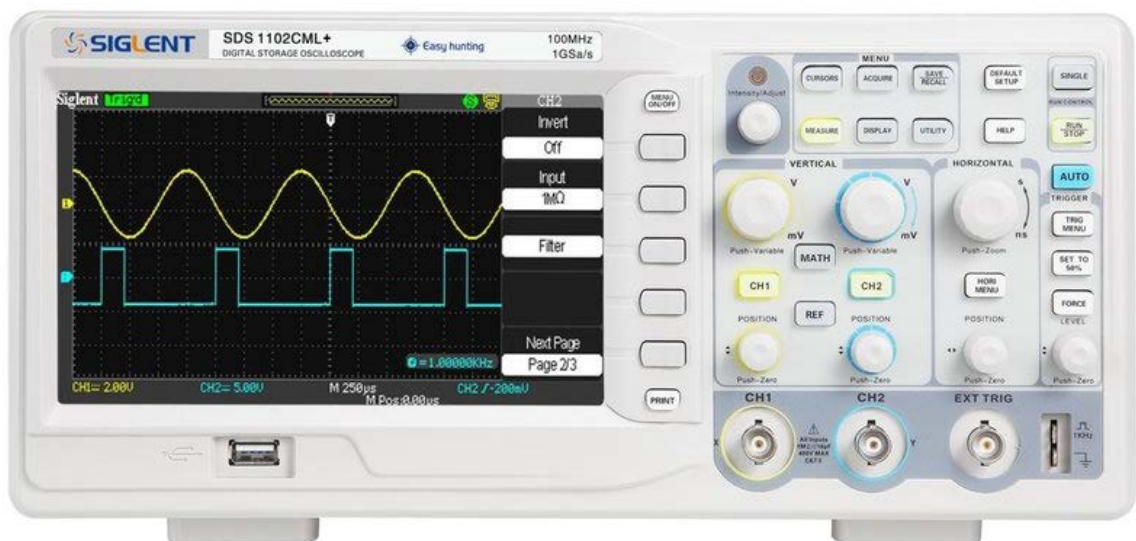

Рисунок 1.2 – Зображення цифрового осцилографа
Основні принципи роботи (рис. 1.2). Екран осцилографа – це координатна сітка. Вертикальна вісь (Y) – відображає напругу (амплітуду сигналу). Масштаб регулюється ручкою VOLTS/DIV (Вольт/поділку). Якщо встановлено 2V/div, то відповідно одна клітинка по вертикалі дорівнює 2 вольтам. Горизонтальна вісь (X) – відображає час. Масштаб регулюється ручкою SEC/DIV (Час/поділку). Якщо встановлено 1ms/div, то одна клітинка по горизонталі дорівнює 1 мілісекунді.